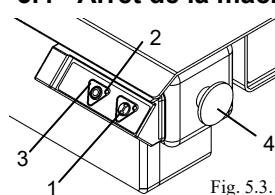

Fig. 5.3.1
5.3 - Mise en route de la machine (fig. 5.3.1)
5.4 - Arrêt de la machine (fig. 5.3.1)